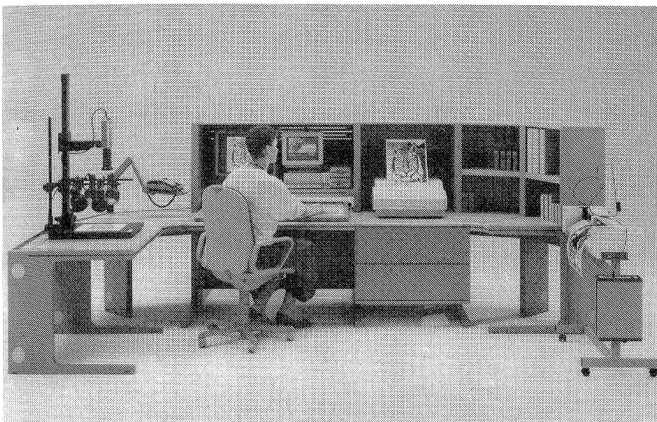

Abb. 1 CAD/CAM Anlage VDU selectanit für Modell- und Musterentwurf einschliesslich Strickprogrammierstellung und zur Fertigungssteuer der Flach-Strickerei.
In Design und Konzeption an die CMS selectanit Flachstrickmaschinen angepasst, präsentiert sich die neue VDU selectanit (R) Abb. 1 in grösster Leistungsfähigkeit. Gemeinsam mit der von Stoll entwickelten Programmiersprache sintral (R) übernimmt die VDU selectanit die komplette Musteraufbereitung und die automatische Erstellung aller Strickprogramme.